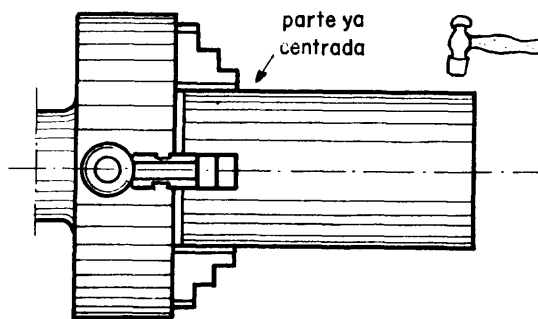

Fig. 7
- 3 Cuando el material es muy largo, se hace el centrado de la parte próxima al plato, con uno de los procedimientos ya indicados y, después, se centra el extremo golpeando con un martillo de plástico (fig. 7) antes de apretar totalmente.